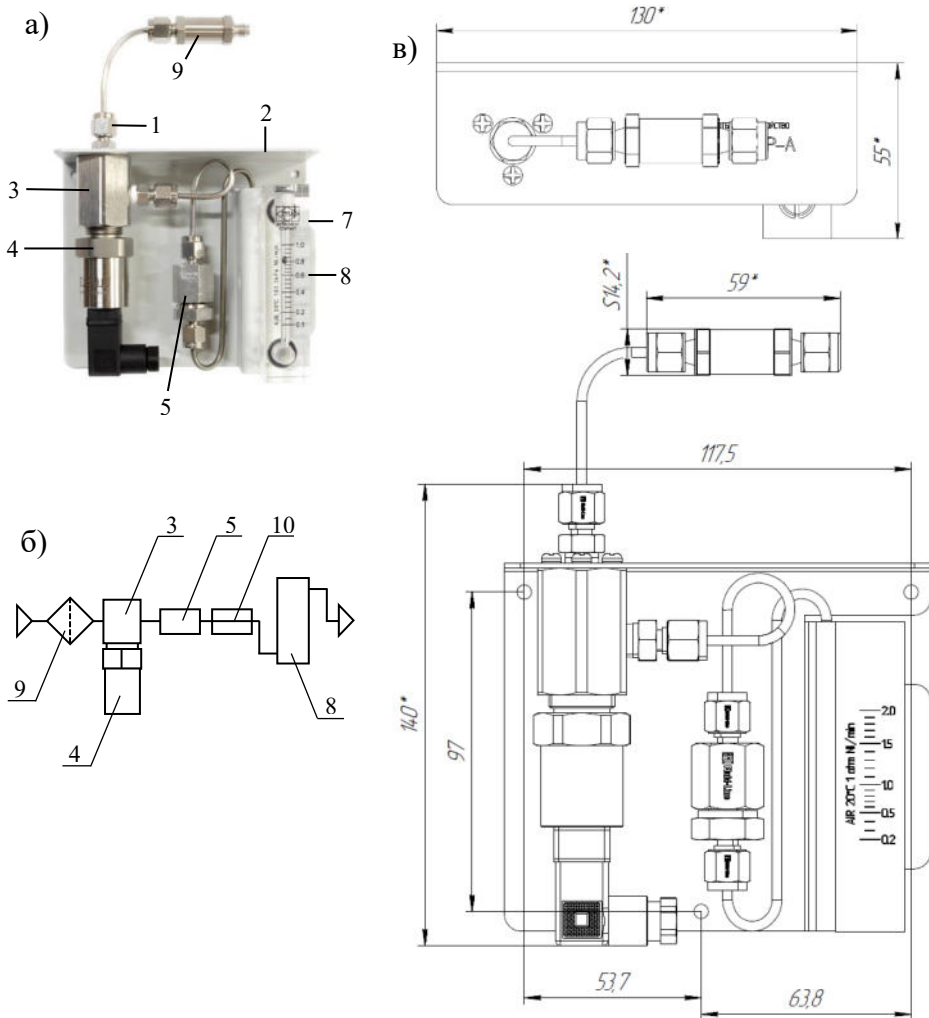

Рис.5. а) внешний вид, в) принципиальная пневматическая схема,
2.8. Проточная камера пробоотборного устройства **ПДВ-6** (рис.5) имеет **на выходе** дроссель (встроенный в проточную камеру, либо отдельный, как показано на рис.5), представляющий собой металлическую пластину с отверстием калиброванного диаметра. Диаметр отверстия подбирается при производстве таким образом, чтобы при максимальном входном давлении для исполнения (от 1 до 3 МПа для исполнения -3, от 3 до 10 МПа для исполнения -10 или от 10 до 30 МПа для исполнения -30) расход газа через него составлял 1 л/мин. Преобразователь влажности находится **при входном давлении**. Пробоотборное устройство включает ротаметр. Между дросселем и ротаметром установлена предохранительная вставка из силиконовой трубки. Во избежание перекрытия отверстия рекомендуется устанавливать перед пробоотборным устройством входной фильтр тип А.